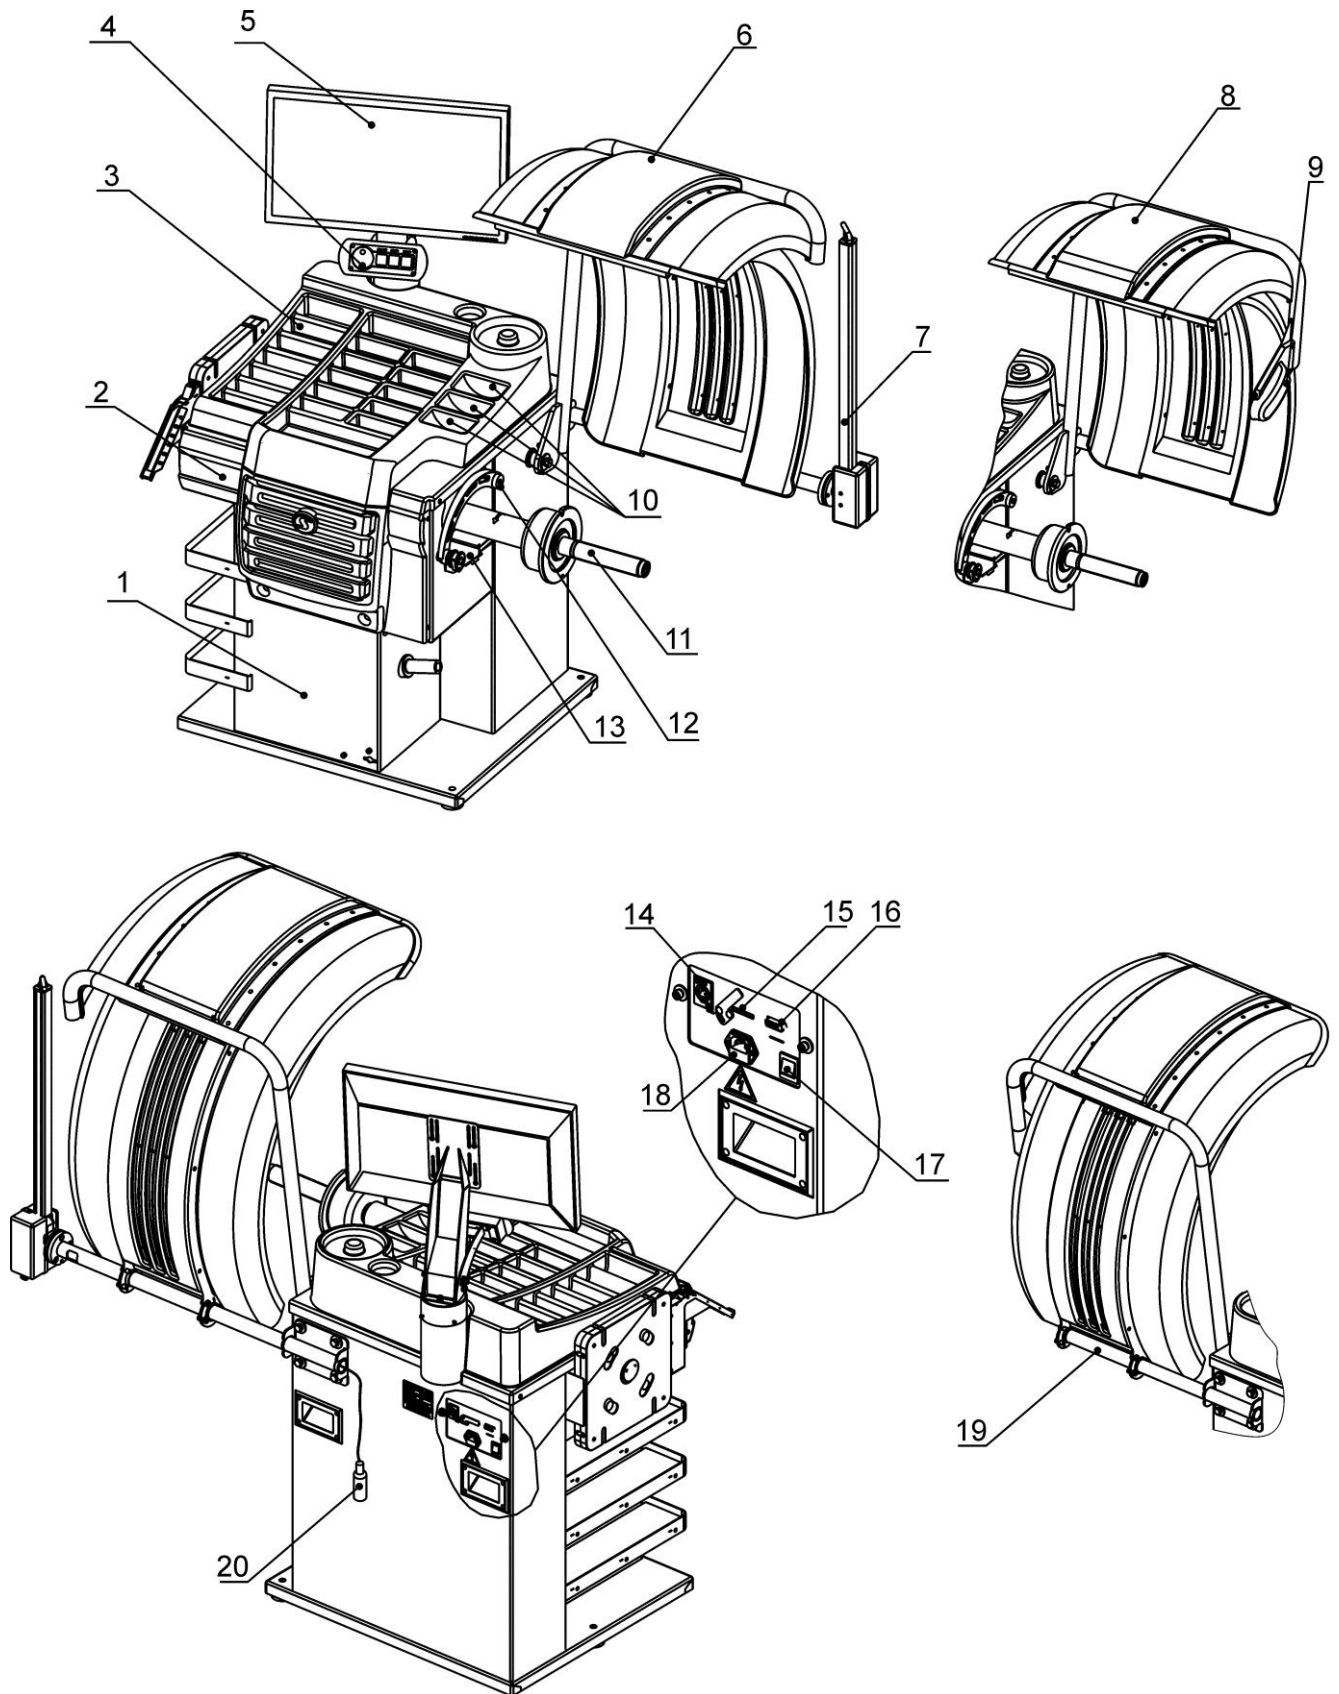

Рисунок 4.1
4.2.7 Подключить вилку второй линейки (20) или УЗ датчика к гнезду для подключения второй электро-механической линейки (14), рисунок 4.1.
4.2.10 Подключить сетевой шнур к гнезду (18), расположенному на задней панели корпуса станка (рисунок 4.1), и к питающей сети, оборудованной розеткой с контактом заземления. Подключить монитор к питающей сети, оборудованной розеткой с контактом заземления, согласно эксплуатационной документации на него.